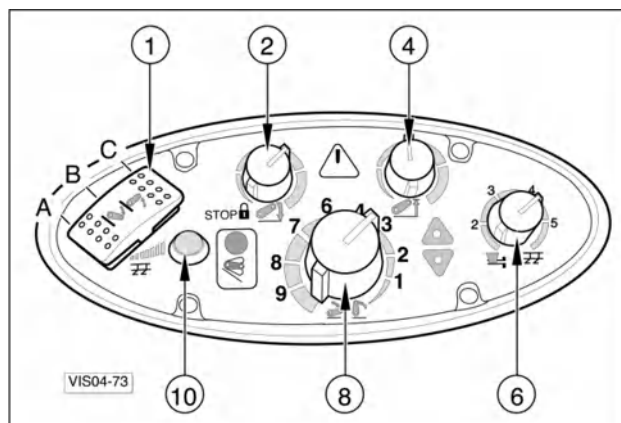

Рис. 5-44
- Выберите режим работы навески с помощью переключателя режимов (6 — рис. 5-44).
- Предварительно выберите скорость опускания с помощью переключателя (2 — рис. 5-44) в зависимости от типа рабочего оборудования.
- Переместите переключатель вниз (1 — рис. 5-44) в рабочее положение (А).
- С помощью рукоятки отрегулируйте глубину обработки (8 — рис. 5-44).